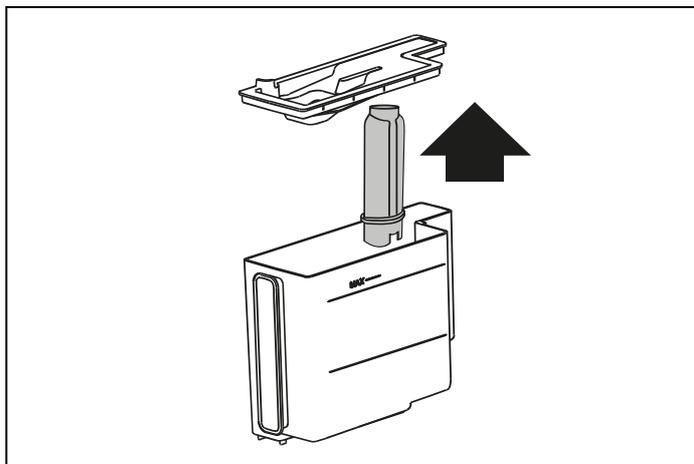

Fig. 55
- **Retirer le filtre à eau** (Fig. 55) : extrayez le réservoir d'eau (A12), retirez le filtre adoucisseur d'eau (C4) (si présent) et videz le réservoir d'eau. Appuyez sur  NEXT;